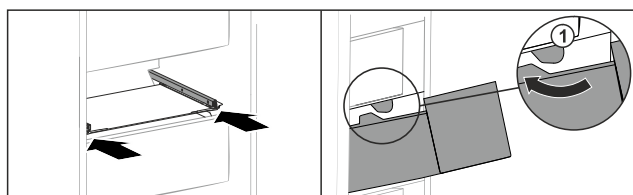

Fig. 168
- ▶ Far passare il cassetto intorno ai fermi Fig. 168 (1).